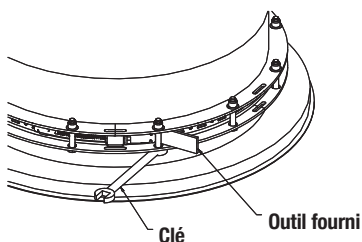

Figure 55 - Longueur ajustable, ÉTAPE D'INSTALLATION D
- d. Serrer tous les boulons de la bague de retenue. Pour chaque boulon, utiliser l'outil fourni comme guide entre les deux bagues de retenue (voir **Figure 55**).